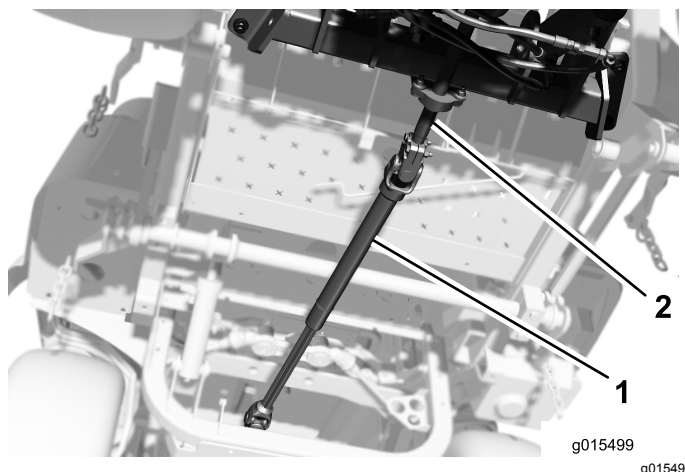

图10
1. 在将驱动轴安装孔与中间轴孔对准的同时将驱动轴滑到中间轴上图10。